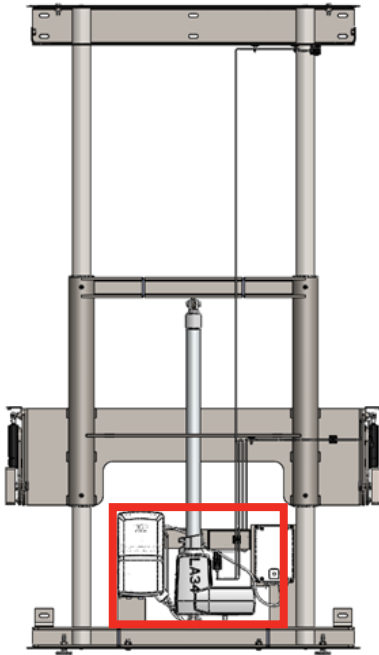
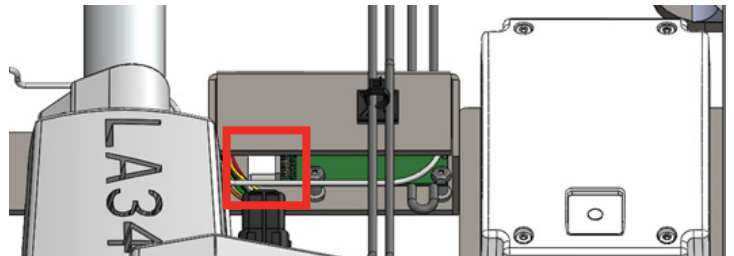

Figura 1 Ubicación del telar de PCB y los conectores
Figura 2 Ubicación del telar de PCB.
- Verifique la conexión de la PCB para que se encuentre cerca de la parte inferior del conjunto de la torre, la ubicación se muestra en Figura 1. Asegúrese de que el telar de PCB blanco esté presionado contra la PCB, ubicación que se muestra en la Figura 2.